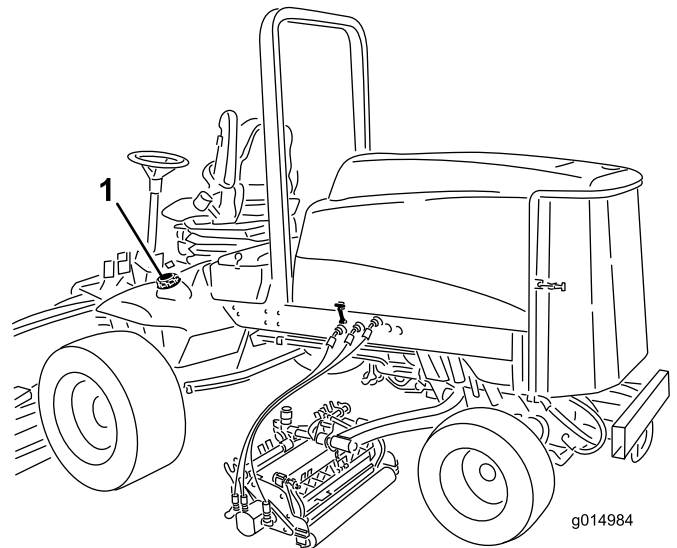

Figura 37
1. Rimuovete il tappo dal serbatoio del carburante (Figura 37).